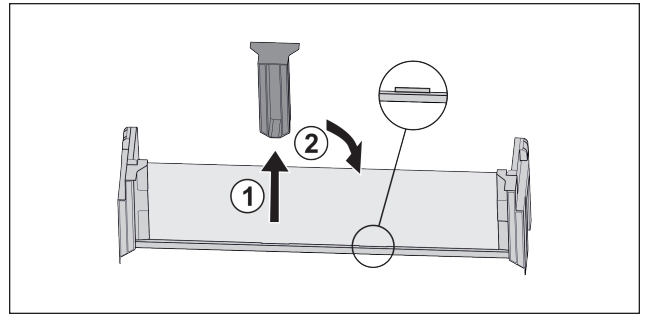

Fig. 17
- ▶ Mittleres Halteteil abziehen Fig. 17 (1).
- ▶ Mittleres Halteteil auf zweiter Position einsetzen Fig. 17 (2).